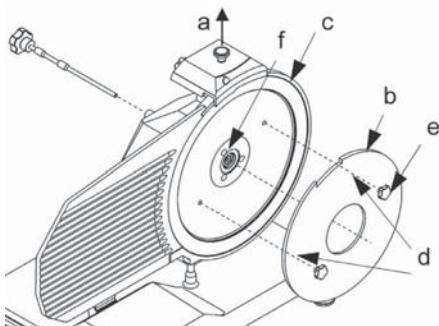

Fig. 7 – Montage de l'outil en plexi (b) pour enlever la lame
Pour nettoyer la lame de l'autre côté, il faut la retirer (voir Fig. 7).
- retirez la plaque couvre-lame (voir Fig. 7);